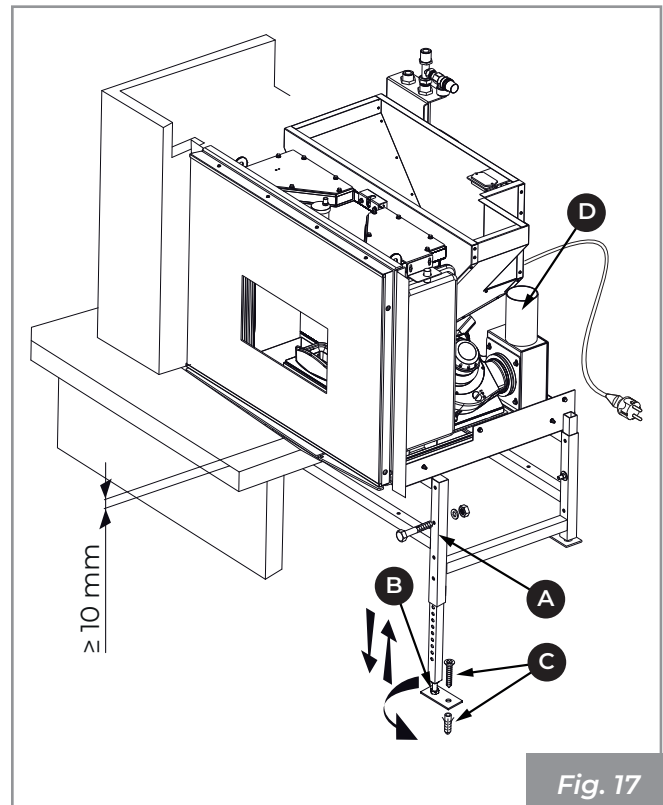

Fig. 17
- Modifique la altura de la estufa accionando los pernos (A - **Fig. 17**) situados en los montantes del bastidor;
- Nivele el bastidor enroscando o desenroscando los pies de pata de oca (B - **Fig. 17**).
- Fije los pies (B) de la base con unos tacos de expansión robustos de acero y  $\varnothing 8$  mm (C - **Fig. 17**);
- Conecte el tubo de salida de humos (D - **Fig. 17**) al conducto de humos;